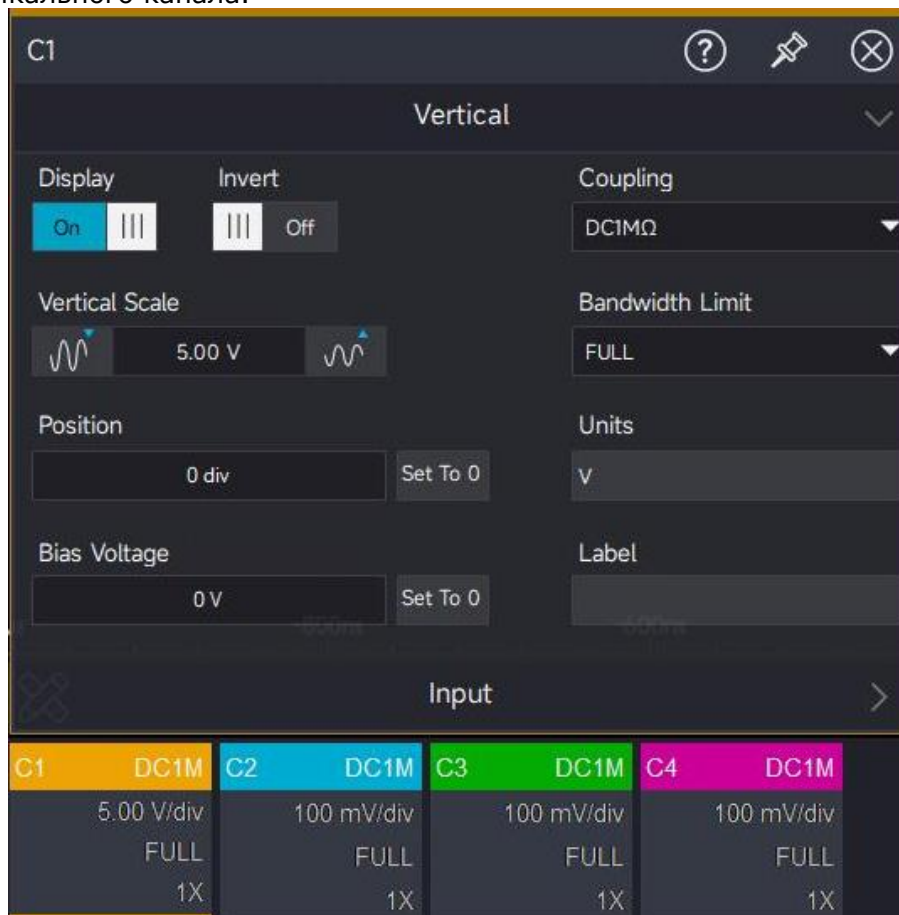

Рис. 9-1 Меню настроек системы вертикального отклонения
- если открыто меню настроек вертикального отклонения (рис. 9-1), выбрать вкладку нужного канала, затем выбрать пункт **Display – On**.
Для отображения меню настроек канала (рис. 9-1) необходимо коснуться дескриптора канала для которого необходимо открыть данное меню.